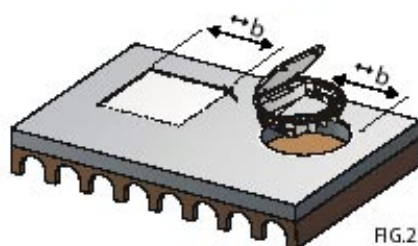

FIG.2
- После заливки и засыхания покрывающего слоя пола выступающий элемент должен быть отрезан от формы, после чего можно установить коробку для пола (рис. 2).